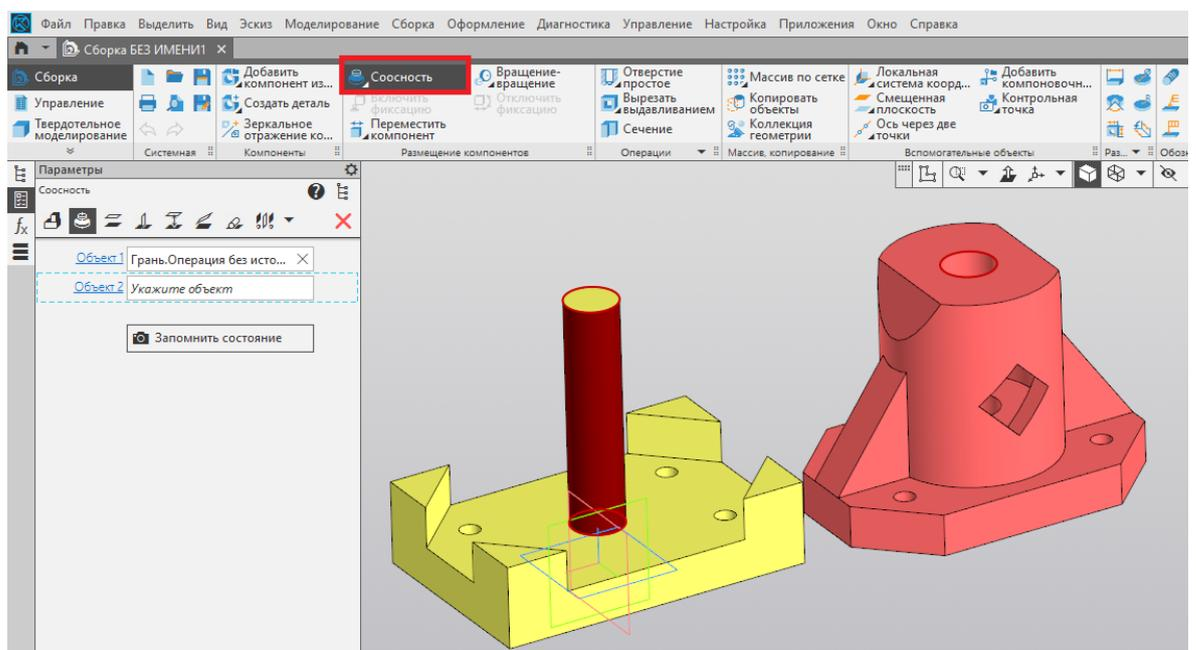

Рис. 56
8. Далее выбираем ограничение «Соосность». Выбираем стержень в основании и цилиндрическое отверстие в корпусе. Подтверждаем команду нажатием на зелёную галочку (рис. 56).